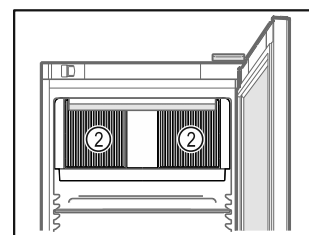

Fig. 56
- ❑ Διατηρείτε ελεύθερες τις σχισμές αερισμού Fig. 56 (2) του ανεμιστήρα στο εσωτερικό.